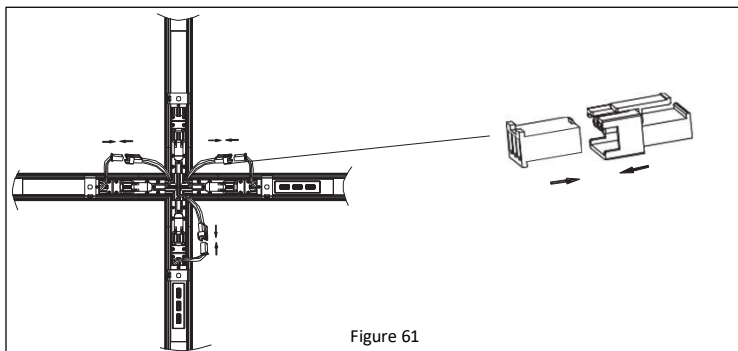

Figure 61
6. Effectuez la connexion électrique entre les luminaires et le connecteur en « X » à l'aide de connecteurs mâle-femelle. **Reportez-vous à la Figure 61.**